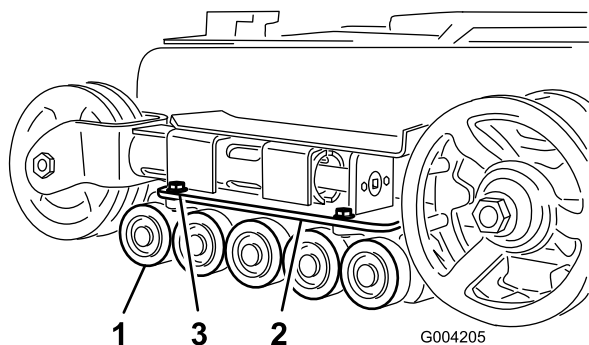

**Figure 49**
4. Vérifiez la graisse sous le chapeau et autour du joint (Figure 49). Si elle est encrassée, granuleuse ou en quantité insuffisante, enlevez toute la graisse, remplacez le joint et ajoutez de la graisse neuve.
3. Déposez le circlip et le chapeau d'un galet de roulement (Figure 49).